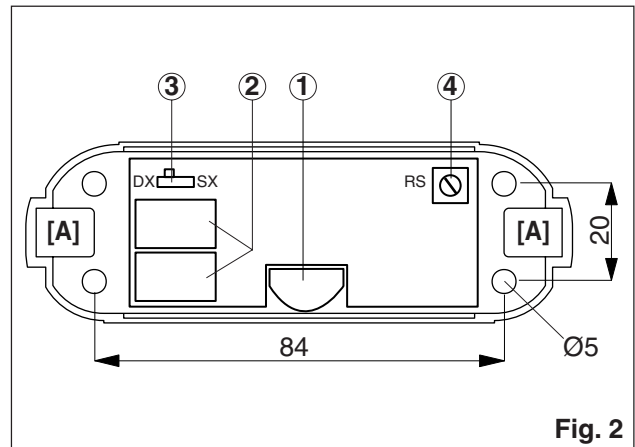

Fig. 2
- 3.2 Fissare a parete il sensore (fig. 2).
- 3.2 Secure the sensor to the wall (see Fig. 2).
- 3.2 Fixer le capteur au mur (fig. 2).